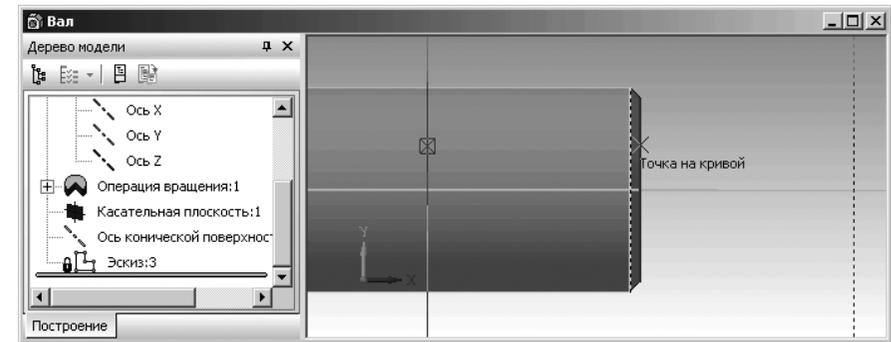

Рис. 2.94. Результат ввода двух вертикальных вспомогательных параллельных прямых
- щелкните на эскизе по правой торцевой линии вала. Она выделится красным цветом. Появятся две вспомогательные прямые параллельные выделенной торцевой линии вала. Они отстоят от нее по разные стороны на 55 мм. Это состояние системы показано на рис. 2.94.